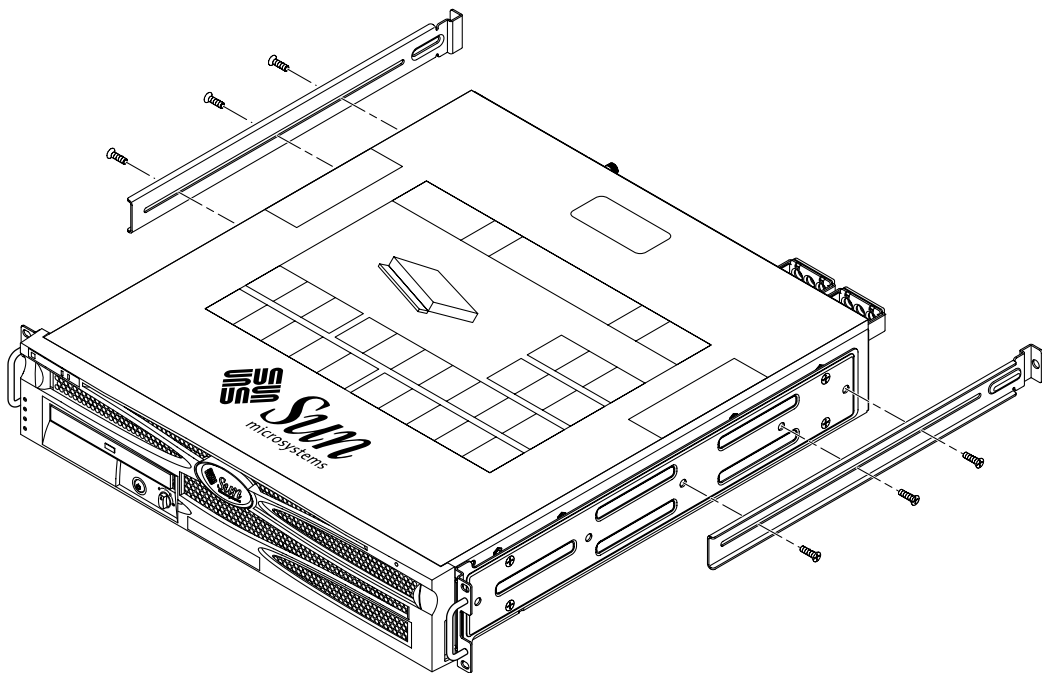

图 3-3 固定后端安装支架
5. 将后端安装支架安装在服务器的背面，且后端安装支架一直延伸到测量得出的机架深度（图 3-3）。